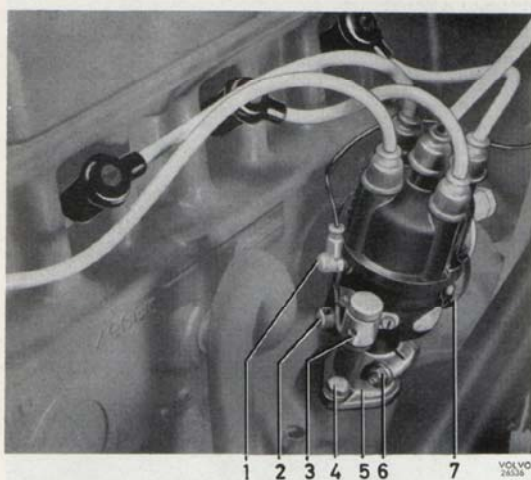

Bild 67. Fördelaren monterad.
3. Lossa primärledningen 1, bild 67.
5. Lossa skruven 6, bild 67 och lyft upp fördelaren.